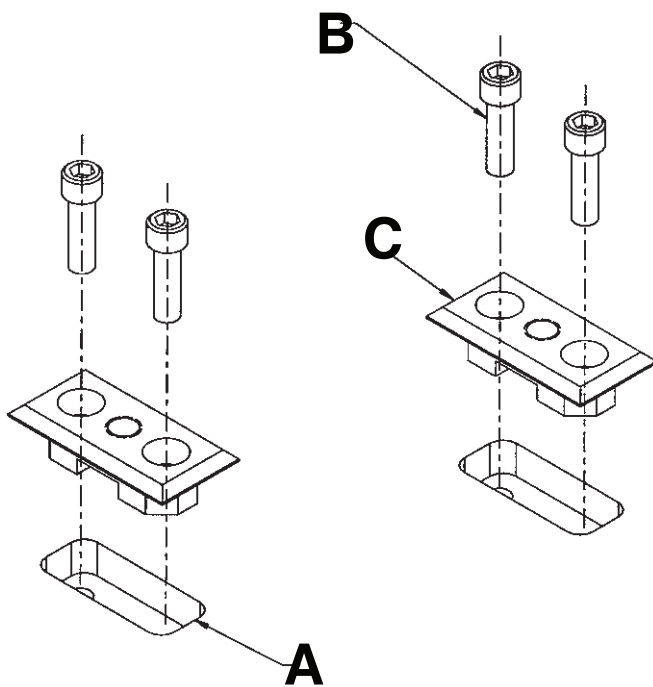

Figure 9 – Découper les ouvertures encastrées par-dessus les trous de repère
- Découper des ouvertures encastrées de 1 po x 2 1/2 po x 9/16 po (2,5 cm x 6,5 cm x 1,4 cm) (A) dans le plancher centrées sur les trous de repère (Figure 9).